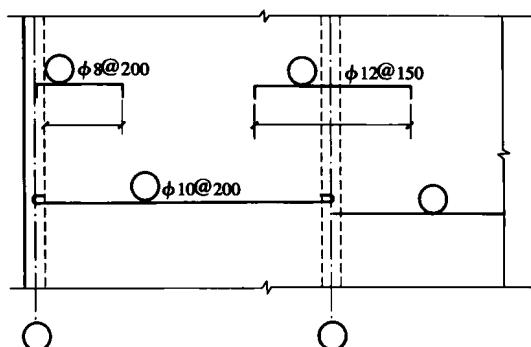

图 1-6 钢筋在平面图中的表示方法
(1) 钢筋在平面图中的配置应按图 1-6 所示的方法表示。